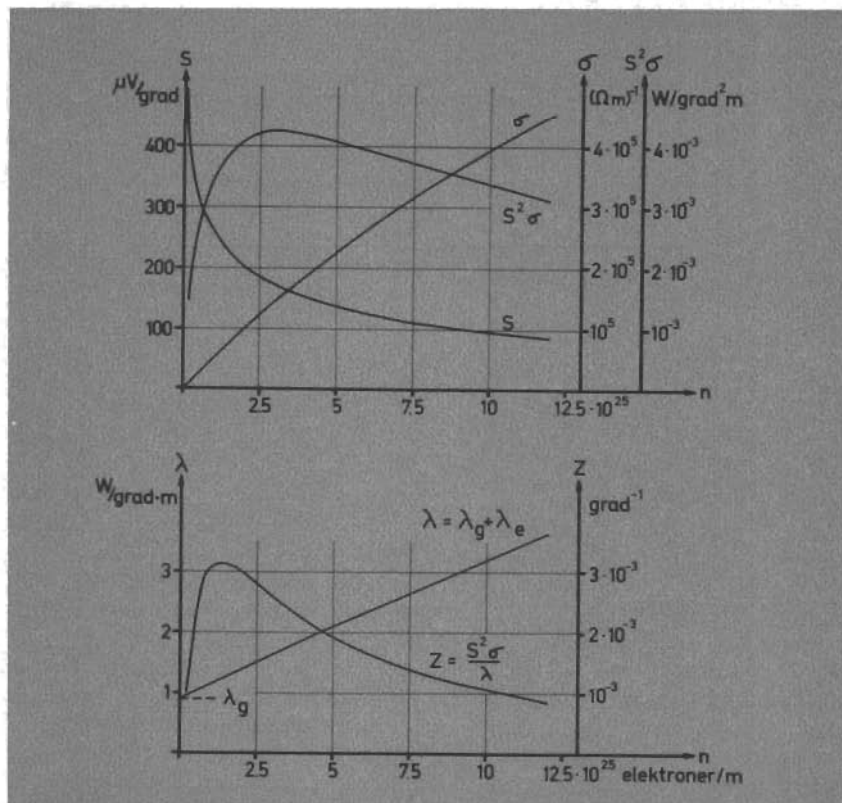

Fig. 3
N är en konstant. Variationen av S och σ med n enligt ekvationerna (13) och (17) återges i övre delen av diagrammet i fig. 3. Låt oss till en början anta att elektronernas bidrag till värmeledningsförmågan, λ_e , kan försummas, så att vi kan sätta $\lambda = \lambda_g$, oberoende av n . Variationen av godhetstalet Z kommer då att följa $S^2 \sigma$ som funktion av n , utritad i fig. 3. Maximipunkten erhålles genom derivering (4) av $S^2 \sigma$ enligt ekv. (13) och (17) — μ antages oberoende av n — och infaller för $n = N$, vilket ger $S = 2k/e = 172 \mu V/grad$. Det förhållandet, att λ_e inte helt kan försummas, utan följer ekv. (15), medför att Z som funktion av n har maximum vid ett något högre S -värde, som synes i undre delen av diagrammet i fig. 3, där
Antimon och selen ingår i vismuttelligriden i fasta lösningar av sammansättningen $Bi_{2-x}Sb_xTe_{3-y}Se_y$. Mobiliteten är hög och legeringssystemet representerar de bästa termoelektriska material man f.n. känner. Bästa p-typ-sammansättning motsvaras av $Bi_{0,5}Sb_{1,5}Te_3$, för vilken Z -värdet $3,6 \cdot 10^{-3}$ grad⁻¹ rapporterats av tjeckiska forskare, medan man på andra håll funnit omkring $3,2 \cdot 10^{-3}$ grad⁻¹. Diagrammet i fig. 3 torde ganska väl representera denna legerings egenskaper. Kurvorna är visserligen teoretiskt härledda, men anpassade till legeringens mobilitet och gittervärmeledningsförmåga. Vid dragningen har också hänsyn tagits till att man vid de högre elektronkoncentrationerna inte kan tillämpa klassisk Boltzmann-statistik. Man finner därför en mycket god överensstämmelse mellan kurvorna och experimentella data. Den nämnda legeringen går inte att dopa till n-typ, och som bästa n-material väljes i allmänhet en sammansättning som ligger mellan $Bi_2Te_{2,7}Se_{0,3}$ och $Bi_2Te_{2,4}Se_{0,6}$. Även dessa legeringar uppvisar egenskaper enligt diagrammet, dock är gittervärmeledningsförmågan något högre, ca 1,0 W/grad·m, vilket medför att maximala Z -värdet ligger något under $3,0 \cdot 10^{-3}$ grad⁻¹. I diagrammen i fig. 4 har experimentella värden på S , λ och Z prickats in som funktioner av σ för legeringen $Bi_2Te_{2,7}Se_{0,3}$ vid olika dopning. De övre kurvorna (ofyllda tecken) anger egenskaperna i den gynnsammaste kristallriktningen, medan de undre kan sägas motsvara ett medelvärde för alla riktningar.
Teoretiska överläggningar är till god hjälp vid sökandet efter nya material, framför allt när det gäller möjligheterna att förut säga en legerings egenskaper vid varierande dopning med hjälp av diagram liknande dem i fig. 3. Ur mätresultaten för Seebeckkoefficient, elektrisk ledningsförmåga och värmeledningsförmåga för ett legeringsprov, kan man utifrån relativt allmänna antaganden beräkna det maximala Z -värde som kan uppnås genom dopning, och även till vilken nivå laddningsbärarkoncentrationen n då skall anpassas. Tyngdpunkten inom materialforskningen kommer dock att falla inom den experimentella sektorn, som avser framställning och evaluering av nya legeringssammansättningar.